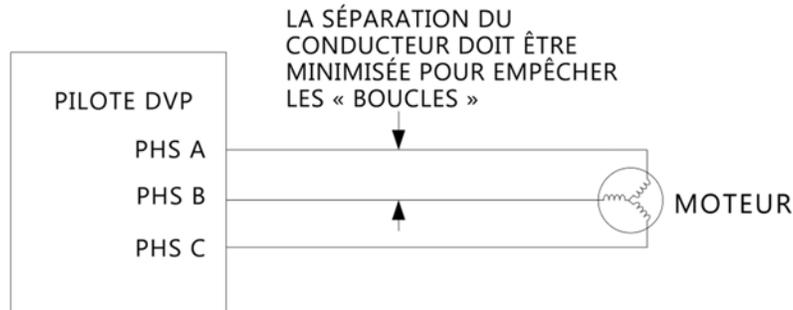

Figure 3-5. Évitements des « boucles »
- Si des câbles séparés doivent être utilisés, la distance entre les conducteurs doit être aussi courte que possible afin d'éviter les boucles décrites ci-dessus, comme illustré à la figure 3-5.